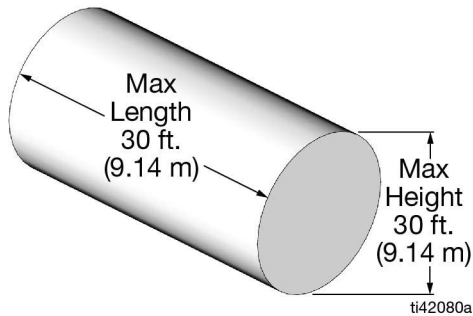

FIG. 17
- Les parois à l'extrémité du réservoir doivent être plates. Elles ne peuvent pas avoir une autre forme, y compris en tulipe (FIG. 17). Si nécessaire, utiliser un réservoir non standard.